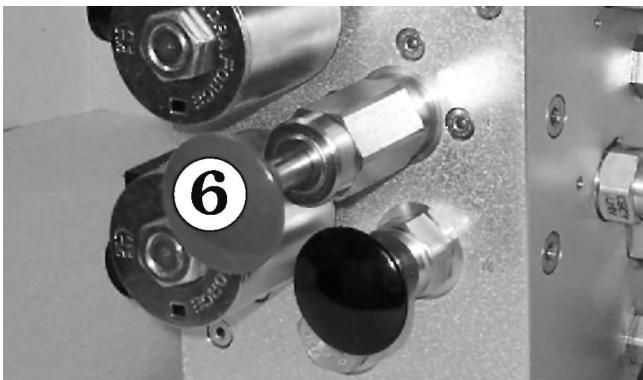

Abbildung 9.10
4. Zum Lösen der Bremsen pumpen Sie mit der Handpumpe ⑥ fünf- bis zehnmal (siehe Abbildung 9.10). Damit werden die Bremsen gelöst, und die S3970RT / S3370RT / S2770RT kann jetzt gezogen, geschoben oder abgeschleppt werden.